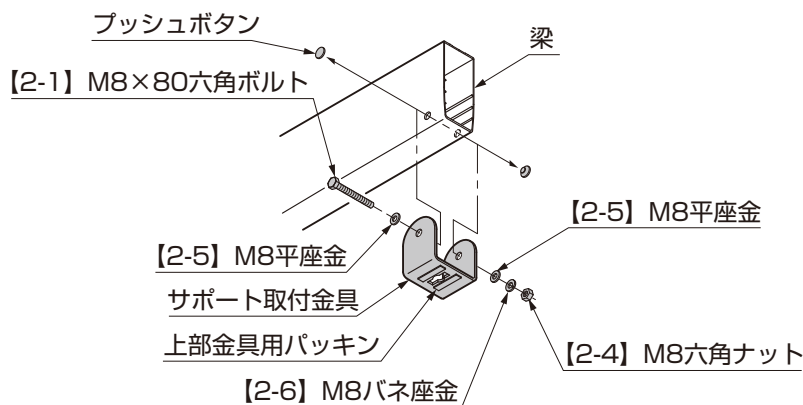

図3-2
①梁先端の側面に付いているプッシュボタンを外して、サポート取付金具を梁に [2-1], [2-4], [2-5], [2-6] で取付けてください。(図3-2参照)